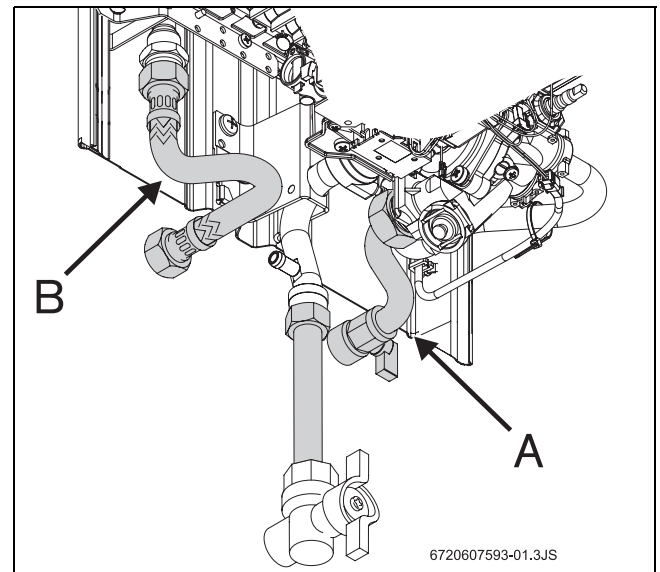

Fig. 13 Conexión del agua
- Identificar el tubo de agua fría (Fig. 13, pos. A) y el tubo de agua caliente (Fig. 13, pos. B), para evitar cualquier conexión equivocada.